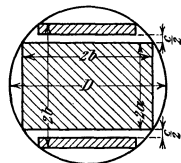

Abb. 149.
285. Bestimme den Eisenquerschnitt und Eisenfüllfaktor für $D = 10$ [12] (14) cm, wenn der Querschnitt zwei Spalte von je 0,5 cm Weite erhält (Abb. 149).